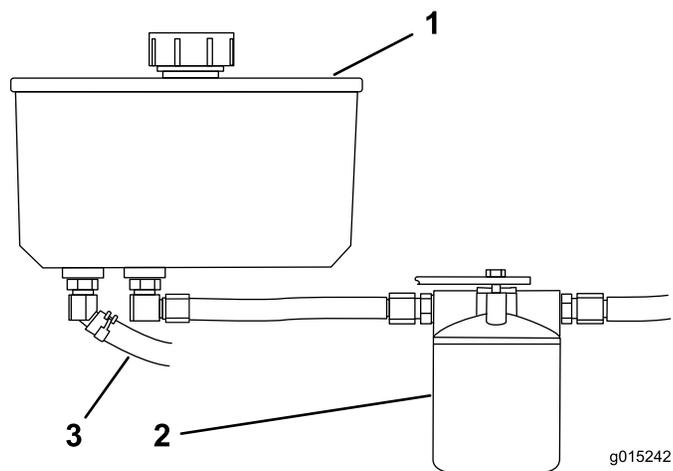

Figure 81
4. Trouvez le flexible hydraulique avant sous le réservoir hydraulique et placez un bac de vidange sous le réservoir (Figure 81).